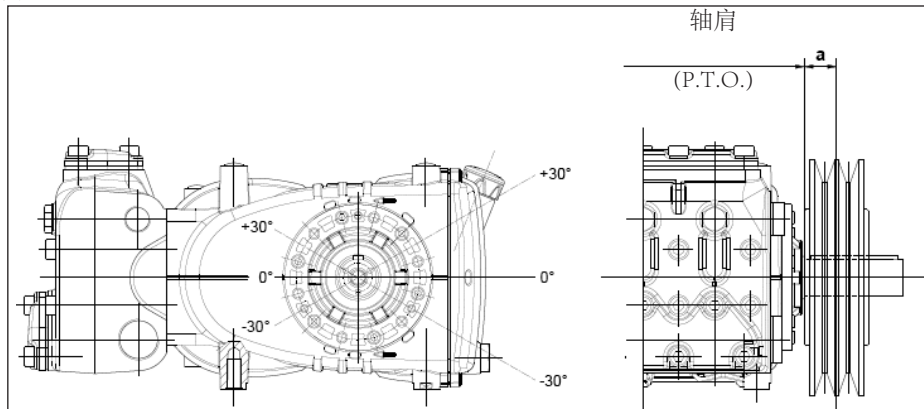

图10
$a=30$ mm时，传动才被视为适当，见图10。
- b) 使用高效能皮带 - 例如XPB而不是SPB - 同样的功率传递, 使用的皮带数量会相对少, 继而相对图10的轴肩(P.T.O.)的距离“a”也会减少。
e) 按照图10指出的方向拉紧皮带, 其他需求请联系 **技术部** 或 **售后服务中心**。